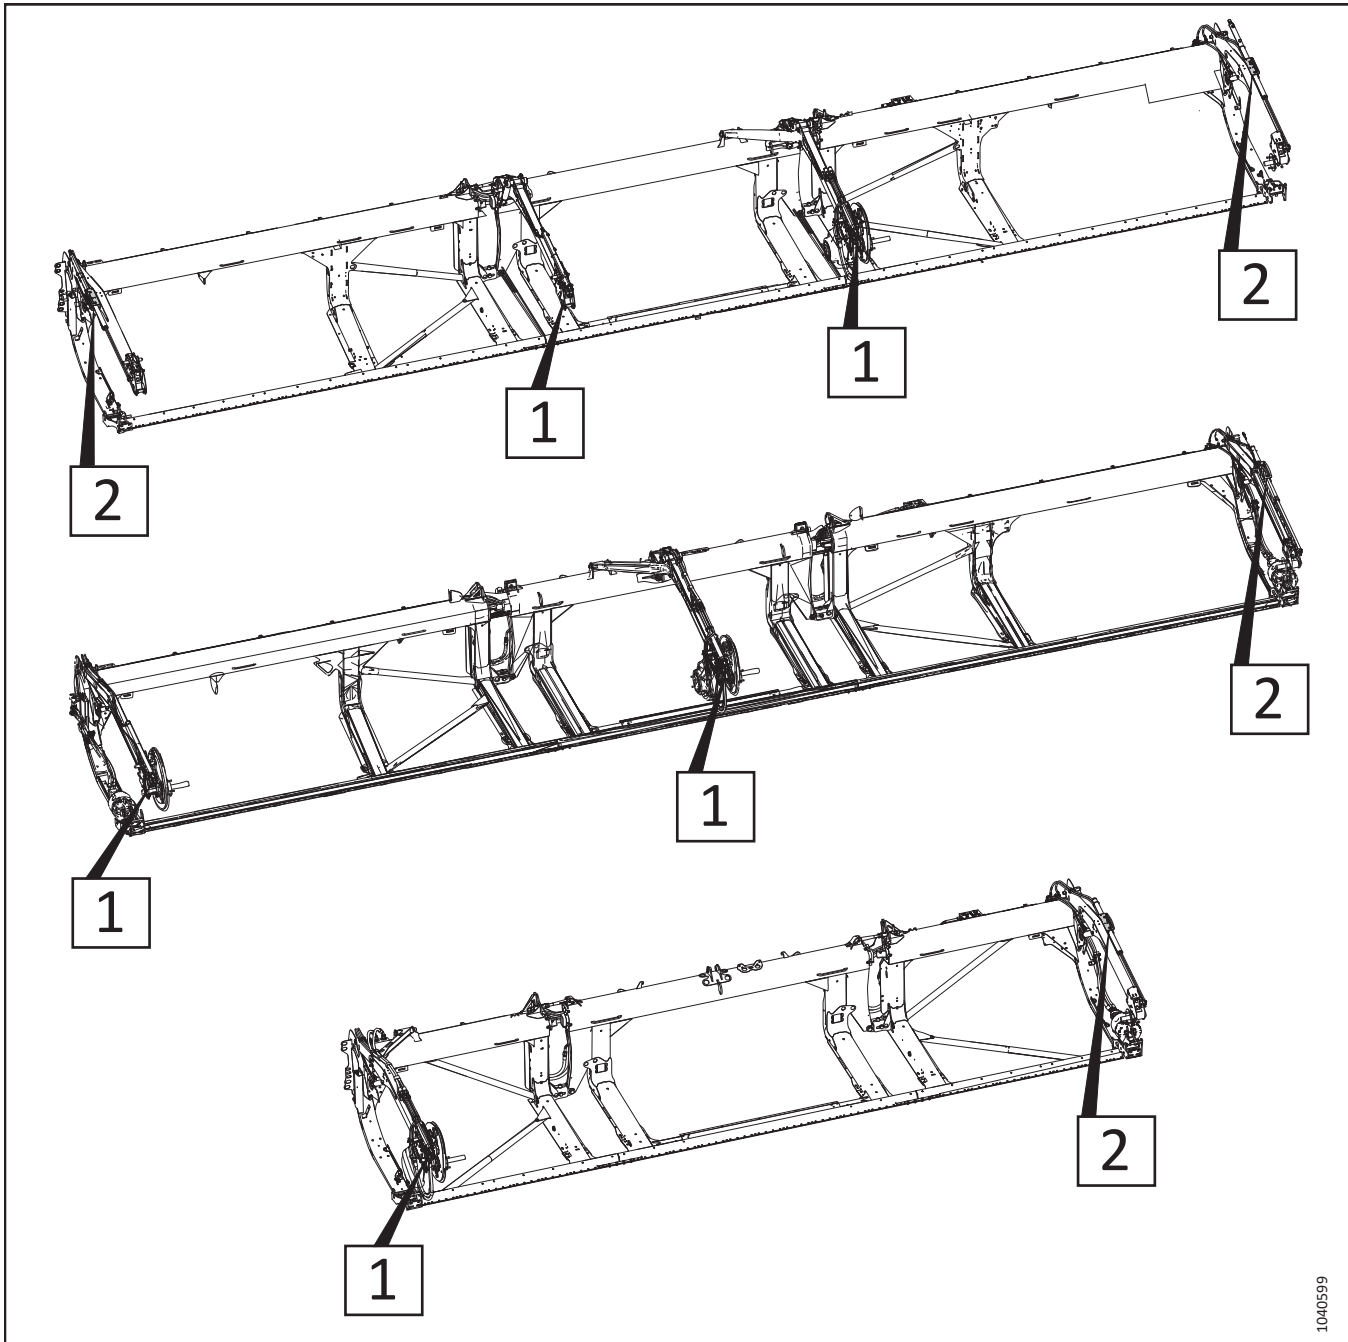

Figure 3.371: Vérins avant-arrière réglables – Numéros de référence des procédures
6. Consultez la figure 3.371, page 264 pour trouver les procédures de réglage des vérins avant-arrière adaptées à votre type de plateforme. Le numéro sur l'illustration se rapporte à l'une des procédures suivantes :